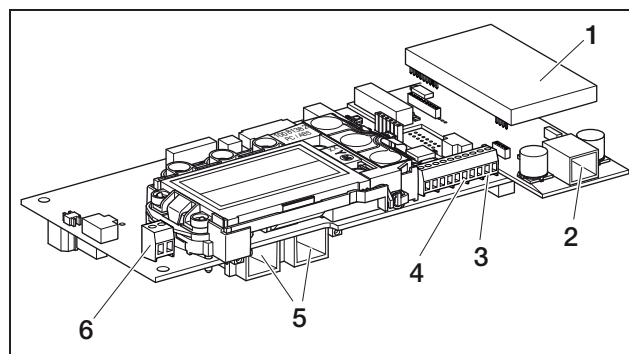

Figure 48: Interfaces de communication
- Enfichez la prise du câble Ethernet/croisé dans l'une des fiches correspondantes (5 à la figure 48).
- Enfichez la prise du câble de téléphone dans la fiche correspondante (2 à la figure 48).